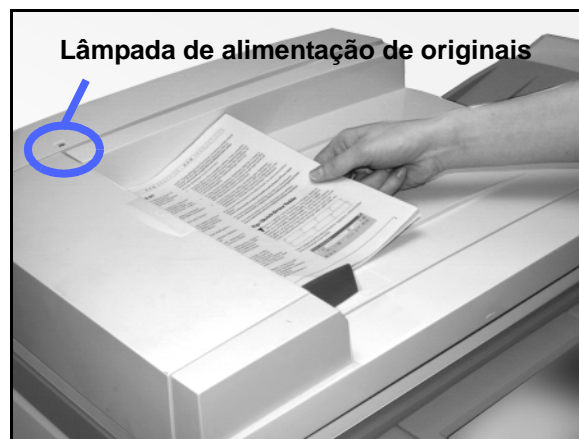

Figura 5: colocar um documento na bandeja alimentadora do AAOD
- Caso possua um Alimentador automático de originais duplex, coloque o documento com a face voltada para cima na bandeja do AAOD, como na Figura 5. A Lâmpada de alimentação de originais irá acender quando o documento estiver na posição correta. Certifique-se de que a guia de papel esteja contra o documento original.